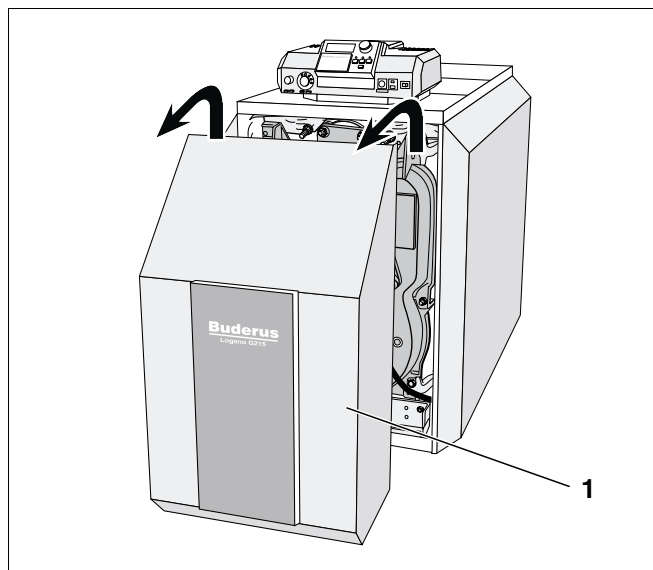

Fig. 66 Demontarea capacului arzătorului
Demontarea capacului arzătorului și al învelișului ușii cazanului se desfășoară identic. Fig. 66 indică demontarea capacului arzătorului.
- Se îndepărtează (Fig. 66, **Poz. 1**) capacul arzătorului. Astfel, capacul arzătorului se poate ridica și lua ușor.